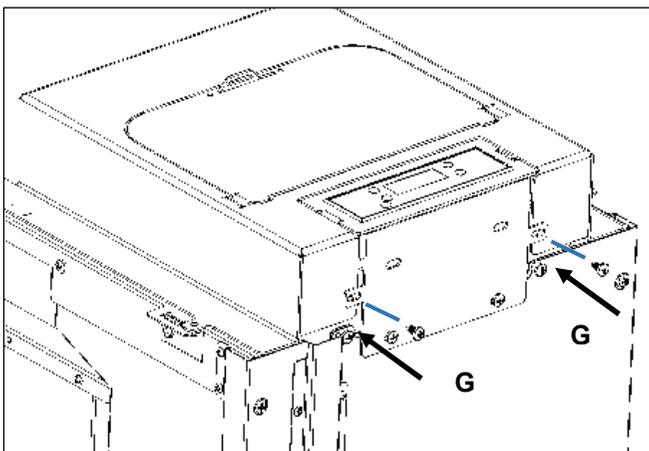

Figura 55 – Posizionare il coperchio sulla struttura apparecchiature
h) Fissaggio del display per la testa superiore avvitando due viti G (DIN 7981 5,5x13) come Figura 55 dimostra.